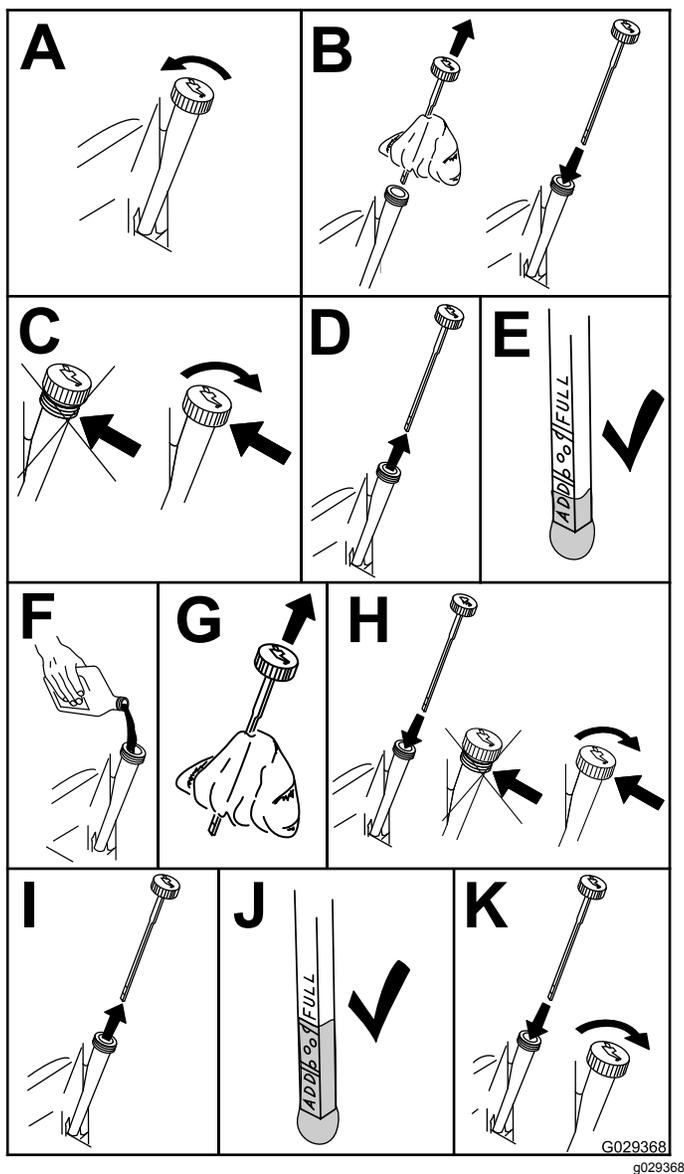

Figure 19
2. Contrôlez le niveau d'huile moteur (Figure 19).